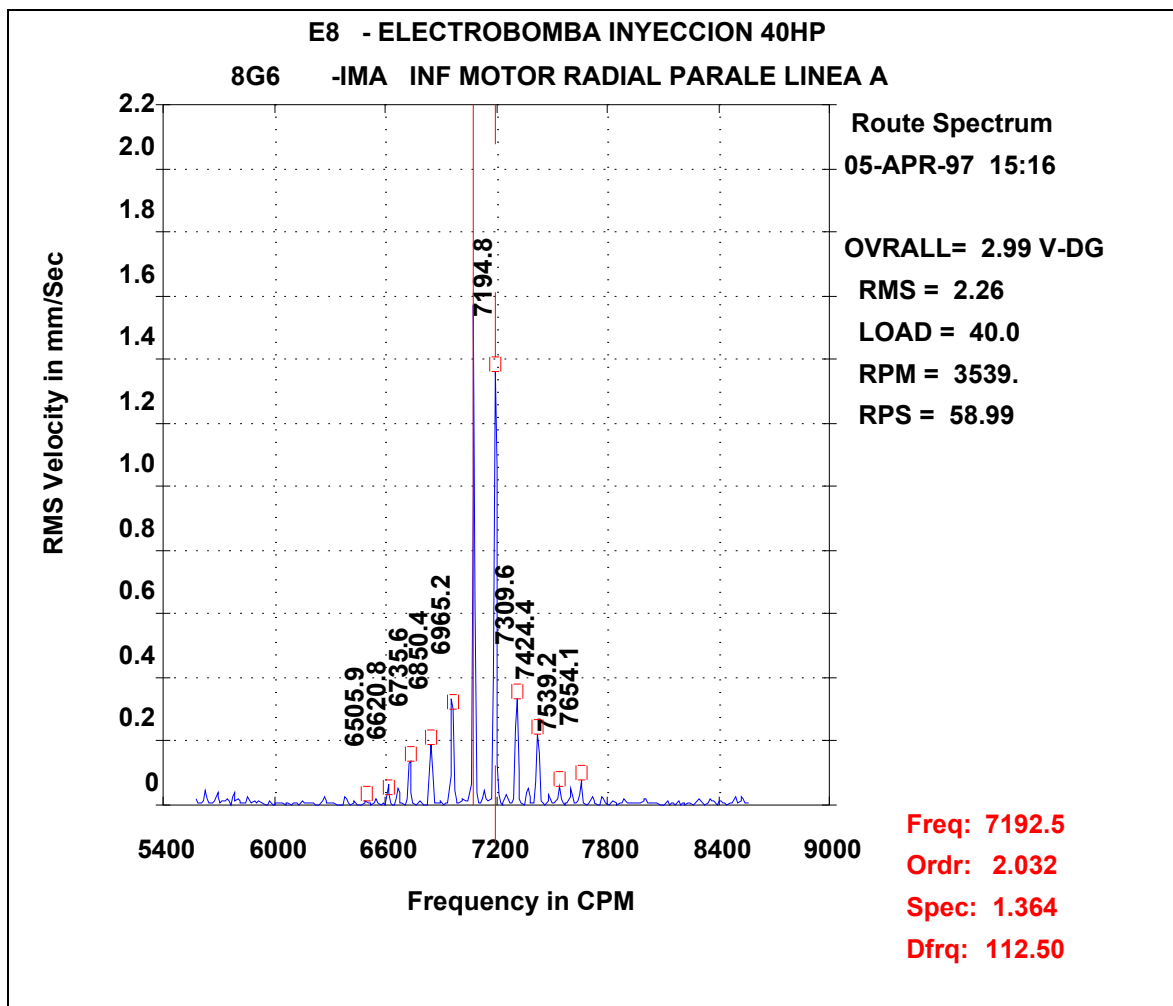

Figura 3.6 Se Observa Bandas Vecinas de Múltiplos de F_P Alrededor de 2RPM y la Vibración Filtrada Dominante es a $2F_L$
3. El espectro de frecuencias amplificado de 5400 a 9000 CPM de la toma radial del cojinete inferior (ver figura 3.6) se observa bandas vecinas de 2RPM ($2 \times 3539.4 = 7078.8$ CPM) a la frecuencia de paso de polos 112.50 CPM, que nos indicarían que el rotor tiene barras rotas o fisuradas y la vibración filtrada dominante a $2F_L$ ($2 \times 3595.65 = 7191.3$) nos indicarían excentricidad.